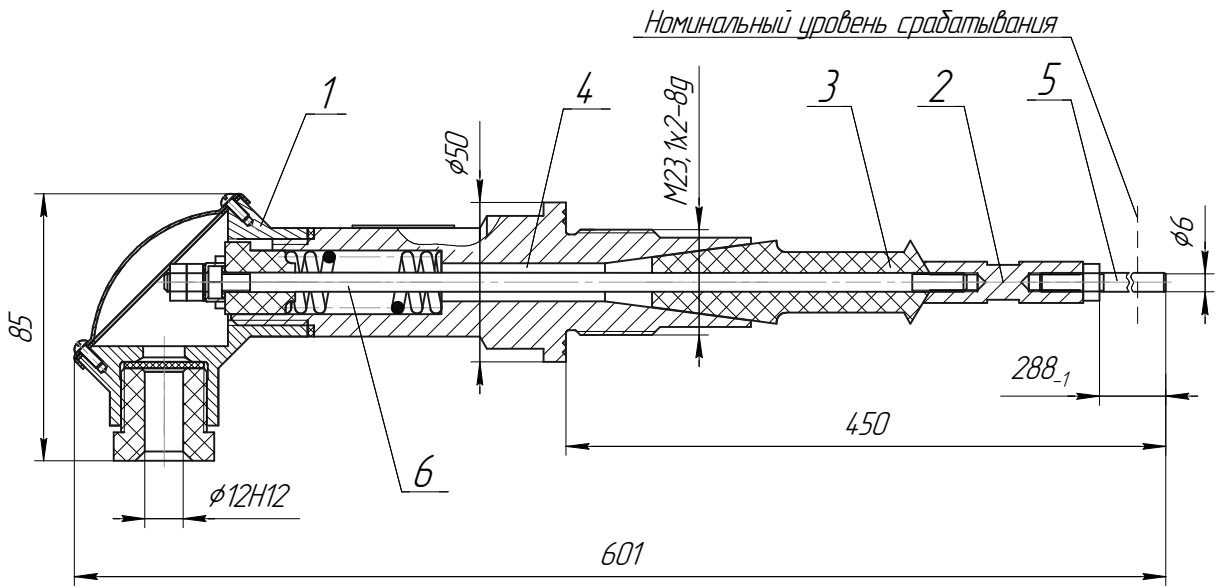

Рисунок 3
- электрод ЭРФ-2М (рисунок 3);
1.3.8 Электрод ЭРФ-2М (рисунок 3) состоит из следующих основных частей: головки 1; корпуса 4; стержня 6; изолятора 3 и съемного электрода 5. Стержень изолирован от корпуса с двух концов изоляторами. К выходящему в головку концу стержня подключается конец провода от регулирующего блока и крепится двумя гайками.